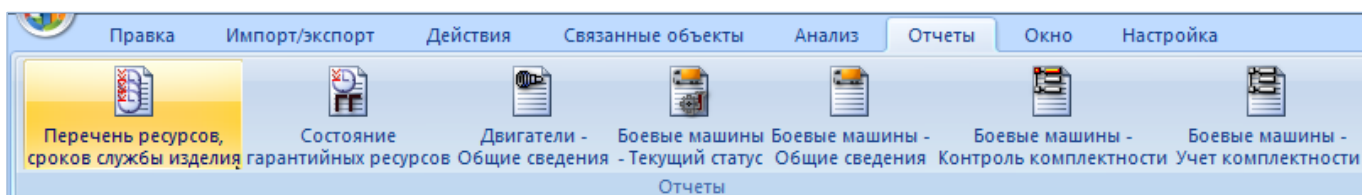

Рис. 20-49 – Вкладка «Отчеты»
- 3) Открыть вкладку «Отчеты» в рабочем окне «Экземпляры», выбрать наименование отчета и нажать «Перечень ресурсов, сроков службы изделия» (рис. 20-49).